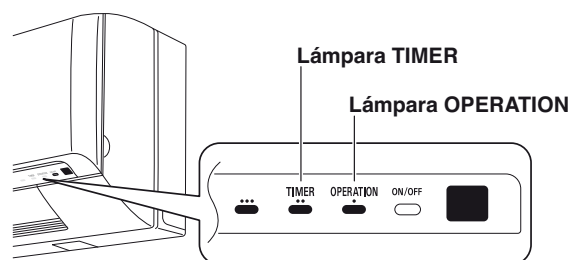

Fig. 59c
- De este modo el ventilador empezará a producir aire forzado no refrigerado con las 3 lámparas indicadoras de la unidad principal parpadeando (lámpara OPERATION, lámpara TIMER y lámpara ☼). (Fig. 59c)